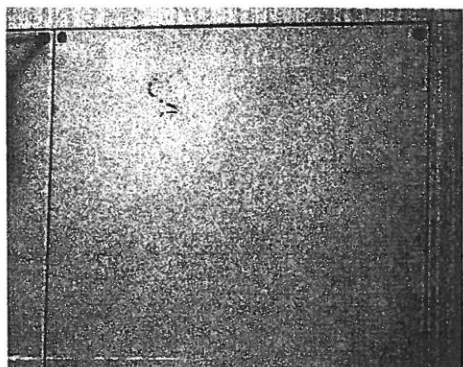

Fig. 2
2.102 Panelene festes til underlaget med skruer og avstandshylse i hvert hjørne på hvert av panelene. Skruene settes litt på skrå slik at panelene trekkes godt mot hverandre. Se fig. 2.